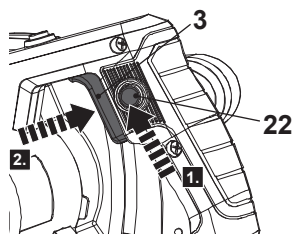

Fig. 7
1. Pressionar o botão de bloqueio (22) e mantê-lo na posição (Fig. 7, passo 1).
2. Premir o botão ligar/desligar (3) para ligar o produto (Fig. 7, passo 2). Soltar o botão de bloqueio (22) em seguida.
3. Solte o interruptor de ligar/desligar (3) para desligar o produto.